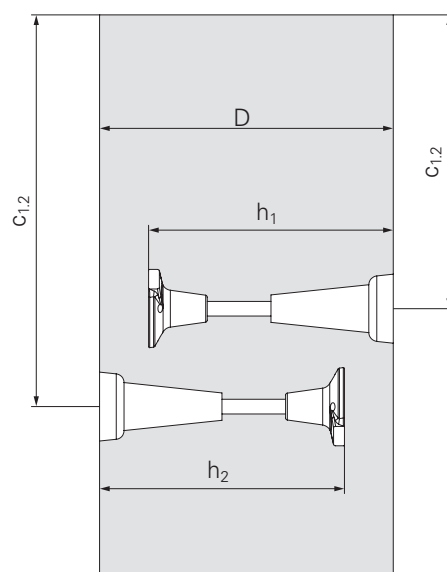

Fig. A3.06
- ⇒ Per le distanze dal bordo c minime, gli spessori parete D minimi e altri requisiti costruttivi, consultare le informazioni prodotto separate di PERI e la documentazione specifica del progetto, avendo cura che siano sempre disponibili. (Fig. A3.06)